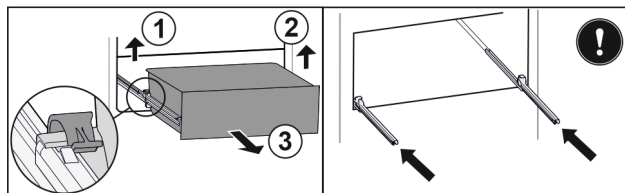

Fig. 81
- ▶ Zvedněte levou svorku a současně vytáhněte zásuvku vlevo dopředu. Fig. 81 (1)
- ▶ Zvedněte pravou svorku a současně vytáhněte zásuvku vpravo dopředu. Fig. 81 (2)
- ▶ Vyjměte zásuvku dopředu. Fig. 81 (3)